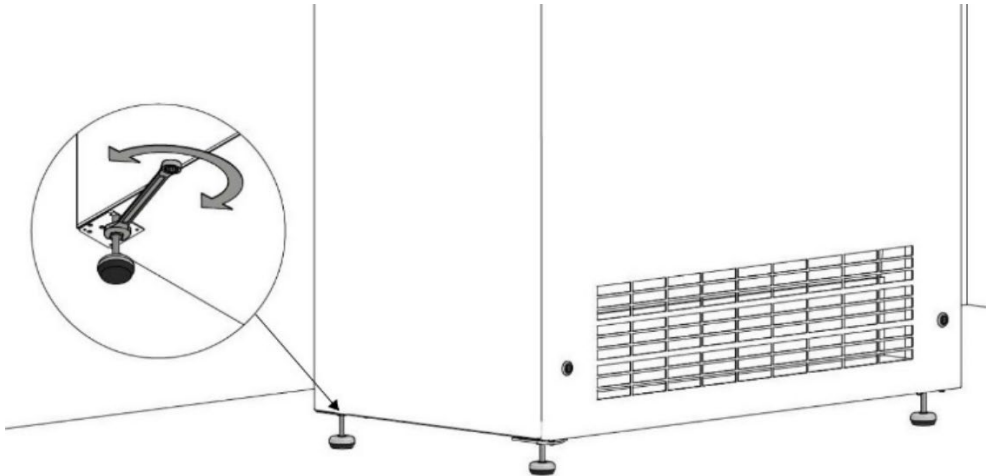

Abbildung 6: Stellen Sie die FüÙe so ein, dass das Gerät waagrecht steht
3. Stellen Sie die FüÙe so ein, dass das Gerät waagrecht steht, siehe Abbildung 6 unten.